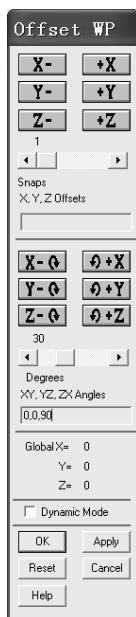

图 2-108 “Offset WP” 窗口 (1)
(3) 依次选择 Utility Menu>WorkPlane>Offset WP by Increments..., 弹出“Offset WP”窗口(见图 2-108)。在“XY, YZ, ZX Angles”下的方框中输入“0, 0, 90”(引号内的逗号为半角)。单击“Apply”按钮重新弹出“Offset WP”窗口。以上操作表示工作坐标系绕工作坐标系的 WY 轴转(正对 WY 箭头时按逆时针方向)90°。